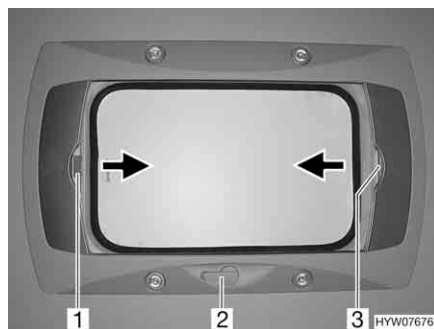

Fig. 69 Oblò a manovella
- Ruotare la manovella (Fig. 69,2) fino a quando non si incontra resistenza (angolo di apertura max. 70°).
- Tirare la tendina oscurante pieghevole per la maniglia (Fig. 69,3) nella direzione della freccia fino alla posizione desiderata e rilasciare. La tendina oscurante pieghevole rimane in questa posizione.
- Tirare la zanzariera a rullo per la maniglia (Fig. 69,1) nella direzione della freccia verso la maniglia contrapposta della tendina oscurante pieghevole (Fig. 69,3) e farla innestare.
- Tirare la maniglia della zanzariera a rullo (Fig. 69,1) dietro, verso l'alto, e sganciare la zanzariera a rullo dalla tendina oscurante pieghevole (Fig. 69,3).